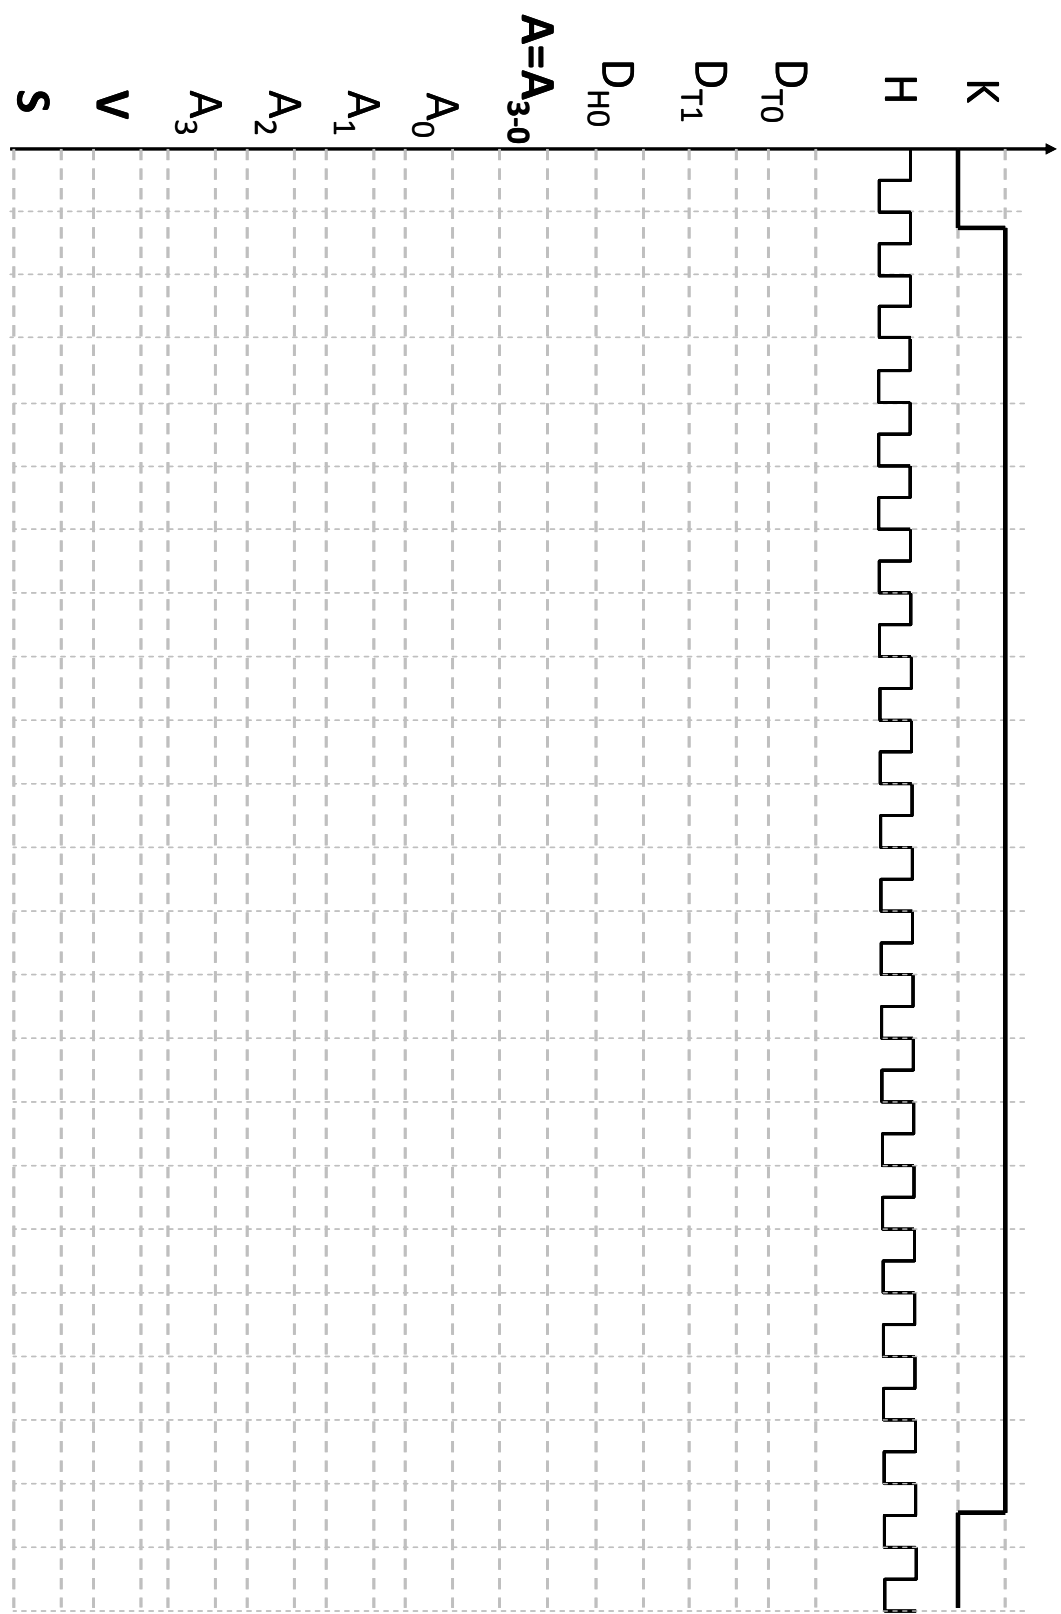

Figure 5 : Chronogrammes des signaux
- 8- En supposant que les sorties des capteurs sont fixes et en prenant  $D_T = (10100010)_2$  et  $D_H = (01100101)_2$ , complétez les chronogrammes de la figure 5 située en annexe.